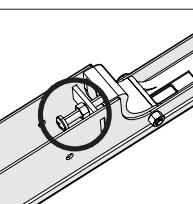

Fig. 8
- Afloje la tuerca de seguridad. (**Fig. 8**)